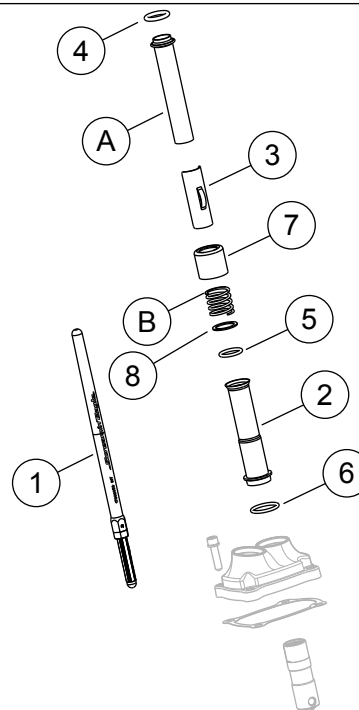

Figura 5. Peças de reposição
Veja Figura 5 e Tabela 1.
- Consulte Figura 3 e Figura 5. Instale as varetas de compressão de admissão nas tampas das varetas de compressão. Substitua os anéis de vedação "o-ring", a tampa inferior da vareta de compressão e o fixador da tampa da mola com os novos componentes fornecidos no kit. Certifique-se de que a extremidade de ajuste da vareta de compressão esteja para baixo.